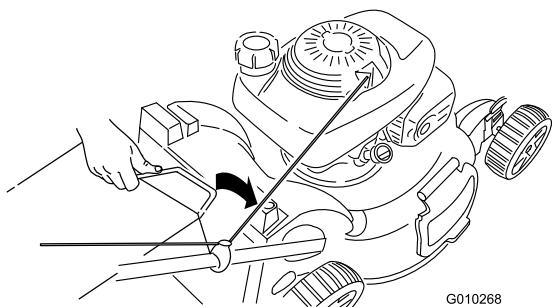

Figura 33
- Introduzca el asa de la bolsa de recortes en las ranuras de la parte superior del cortacésped (Figura 33).